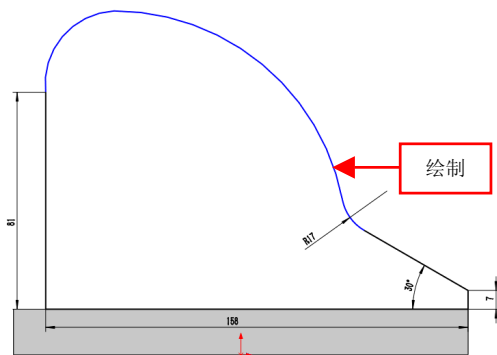

图 14-38 绘制草图对象
(4) 在【草图】选项卡中，单击【草图绘制】按钮，选择模型的底面为草图绘制平面，进入草图绘制环境，单击相应的按钮，绘制草图对象，如图 14-38 所示。